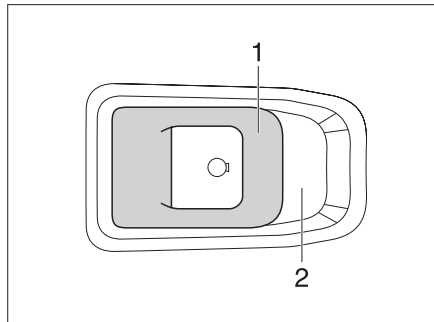

Fig. 37 Cerradura de la puerta de entrada, en el interior
- Abrir:* ■ Tirar del tirador (Fig. 37,1).
- Bloquear:* ■ Empujar el tirador (Fig. 37,1) al tirador concha (Fig. 37,2).